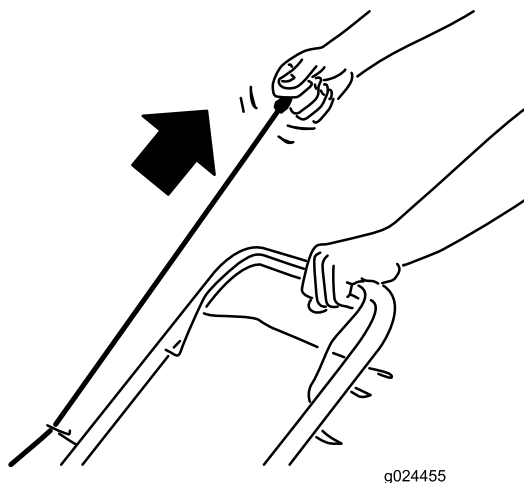

Figure 12
2. Tirez légèrement la poignée du lanceur (Figure 12) jusqu'à ce que vous sentiez une résistance, puis tirez vigoureusement et laissez le câble se rétracter lentement jusqu'au guide sur le guidon.